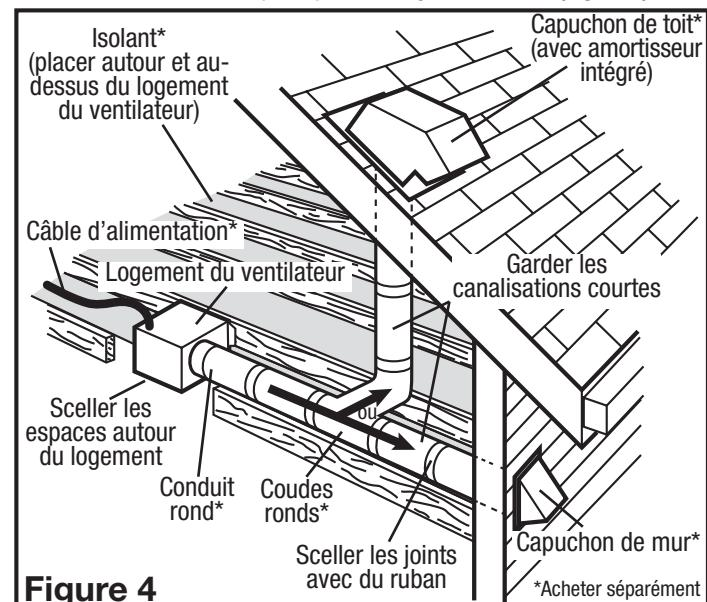

Figure 4
- Assurez-vous que les joints des conduits et les pénétrations extérieures sont scellés avec du mastic ou tout autre matériau similaire pour créer un passage d'air étanche afin de minimiser la perte ou le gain de chaleur et réduire le risque de condensation. Placez / enveloppez l'isolant autour du conduit et / ou ventilateur afin de minimiser la possibilité d'accumulation de condensation à l'intérieur du conduit, ainsi que la perte ou le gain de chaleur (Figure 4).